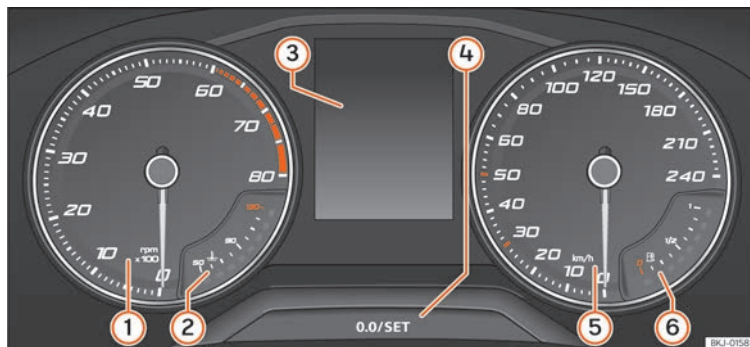

Fig. 65 Combiné d'instruments monochrome à l'avant.
Explications concernant les cadrans » **fig. 65** :
- Appuyez brièvement sur le bouton **0.0/SET** » fig. 65 ④ pour remettre le compteur kilométrique partiel à 0.